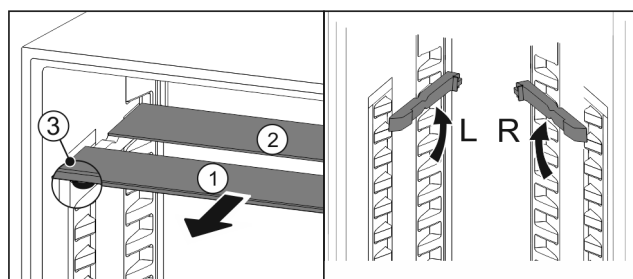

Fig. 55
- ▶ Wyciągnąć Fig. 55 (1) pojedynczo półki szklane do przodu.
- ▶ Płyta szklana Fig. 55 (1) z listwą ozdobną znajduje się z przodu.
- ▶ Stopery Fig. 55 (3) wskazują w dół.